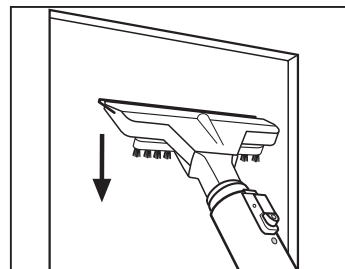

Fig. 11
- apretar la rasqueta en goma sobre la superficie y aspirar el agua presente efectuando movimientos rectilíneos verticales hacia abajo (Fig. 11).